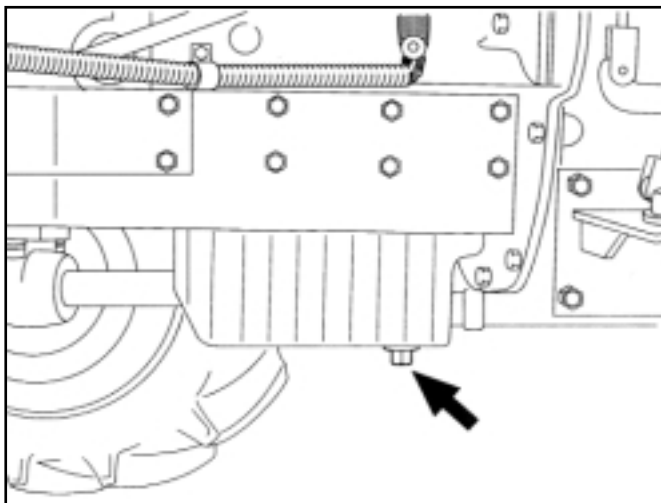

FIG. 98 / ABB. 98 / FIG. 98
1. Quand le tracteur est sur un sol plat, placez un récipient sous le carter du moteur et enlevez le bouchon (Fig. 98).
1. Den Traktor auf ebenem Untergrund abstellen. Eine Wanne unter die Ölwanne des Motors plazieren und die Ablasschrauben aus der Ölwanne herausdrehen (Abb. 98).
1. Zet de aftappan onder het oliereservoir, en verwijder de aftapdop (FIG. 98) van het reservoir (de tractor moet op een vlakke ondergrond staan!).